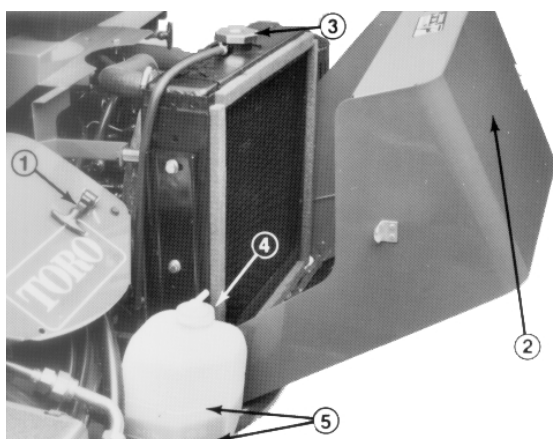

Figure 1
2. Retirer la jauge située à l'avant du moteur, du côté gauche, l'essuyer avec un chiffon propre puis la réinsérer à fond dans le tube de jauge (Fig. 1). Retirer la jauge et contrôler le niveau d'huile. Si le niveau d'huile est bas, passer au point 3. Si le niveau d'huile arrive au repère du plein (FULL), réinsérer la jauge, fermer et verrouiller le capot, et continuer la procédure préliminaire.